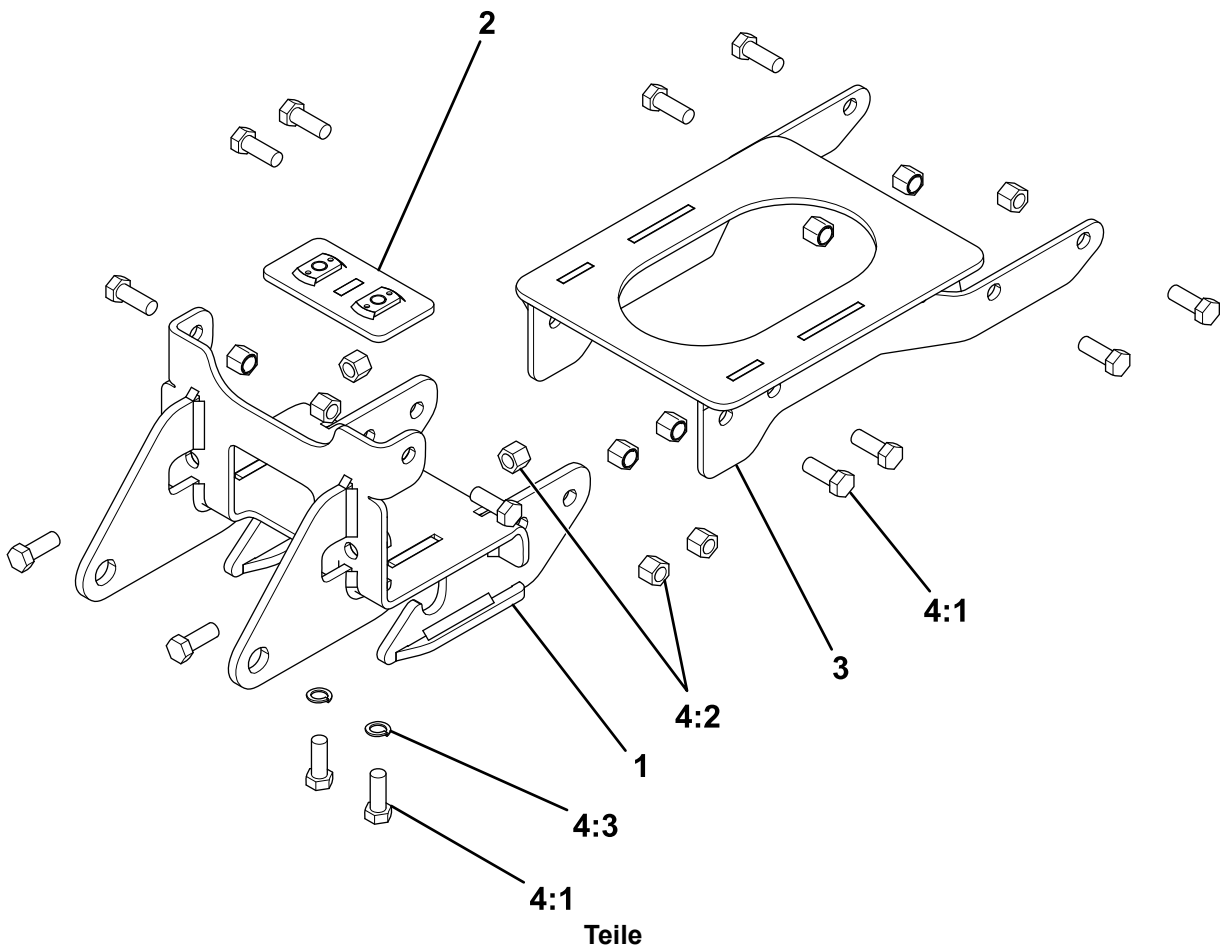

**Bild 5**
6. Schieben Sie die Bolzenplatte durch die Löcher im Unterfahrerschutz des Schildes und dem Fahrzeugrahmen, und fluchten Sie die Löcher mit dem Unterfahrerschutz des Schildes aus (**Bild 5**).
7. Befestigen Sie die Bolzenplatte mit zwei Federringen und Schrauben (**Bild 5**).